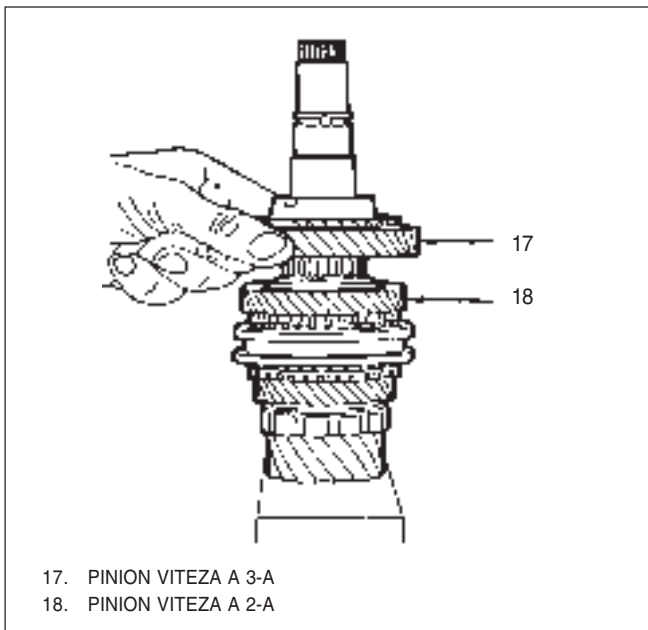

Fig. 41 Montare pinion viteza a 2-a și a 3-a
9) Inel sincronizator 3-4(16) și pinion viteza a 3-a(17), Fig 41.